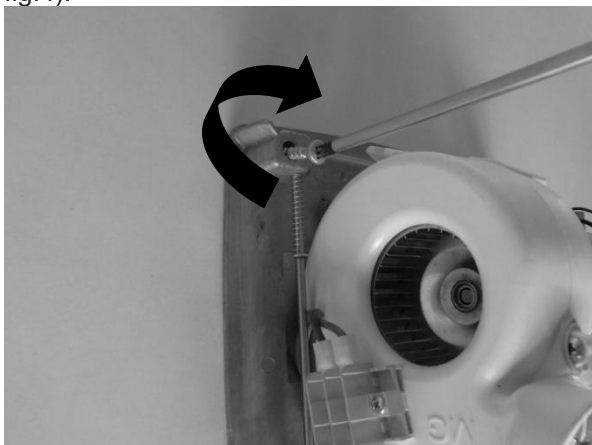

Fig.4
5. Applicare la base dell'asciugamani alla parete e fissarla utilizzando il kit di fissaggio in dotazione (vedi fig.4).